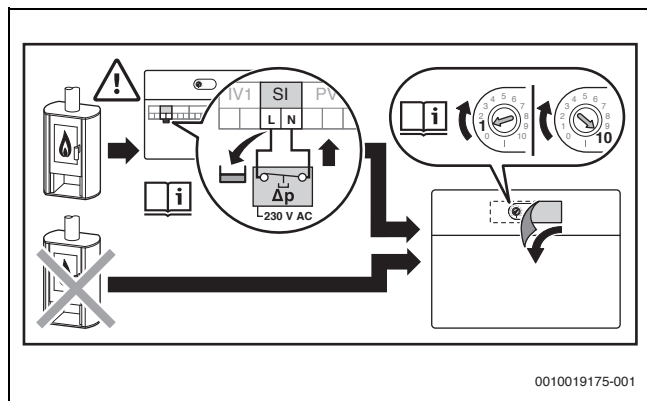

Fig. 50 Adesivo di sicurezza
- Togliere il pannello protettivo ([5] in fig. 4 a pag. 7) dell'elettronica. (A tal fine non rimuovere il coperchio [3] dell'apparecchio.) Il selettore di codifica (→ fig. 55, pag. 46) viene coperto con l'etichetta adesiva (→ fig. 50) con le avvertenze di sicurezza sull'installazione del pressostato differenziale.